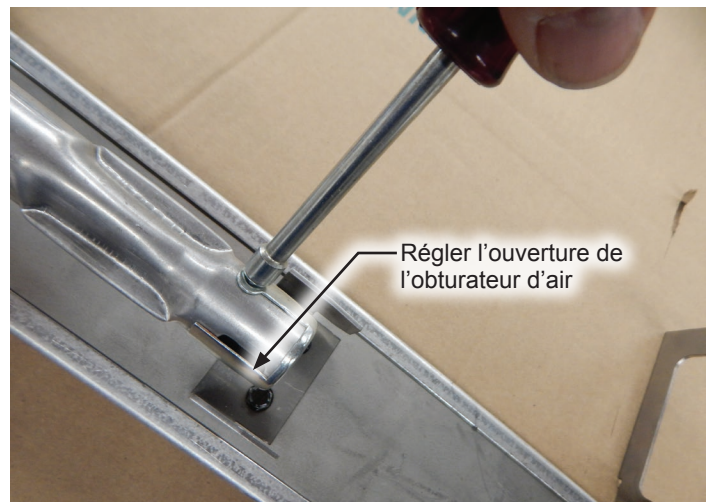

Figure 7
14. À l'aide d'une clé de 1/4 po, desserrer la vis de l'obturateur d'air, puis ajuster l'obturateur en le faisant pivoter à la position ouverte de 1/8 po (3 mm). **Voir Figure 7.**